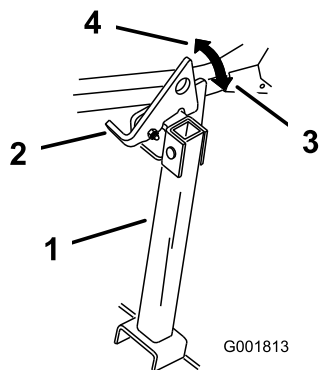

Figura 45
2. Alzate il dispositivo di chiusura per sbloccarlo (Figura 45).